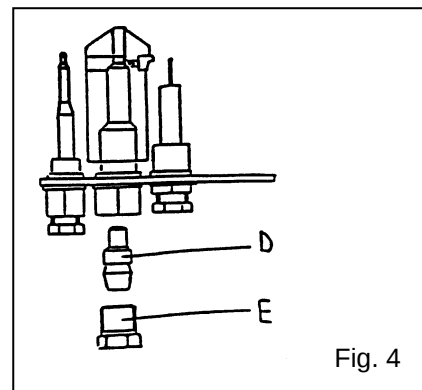

Fig. 4
5.2 Remplacement de l'injecteur de la veilleuse (Fig. 4)